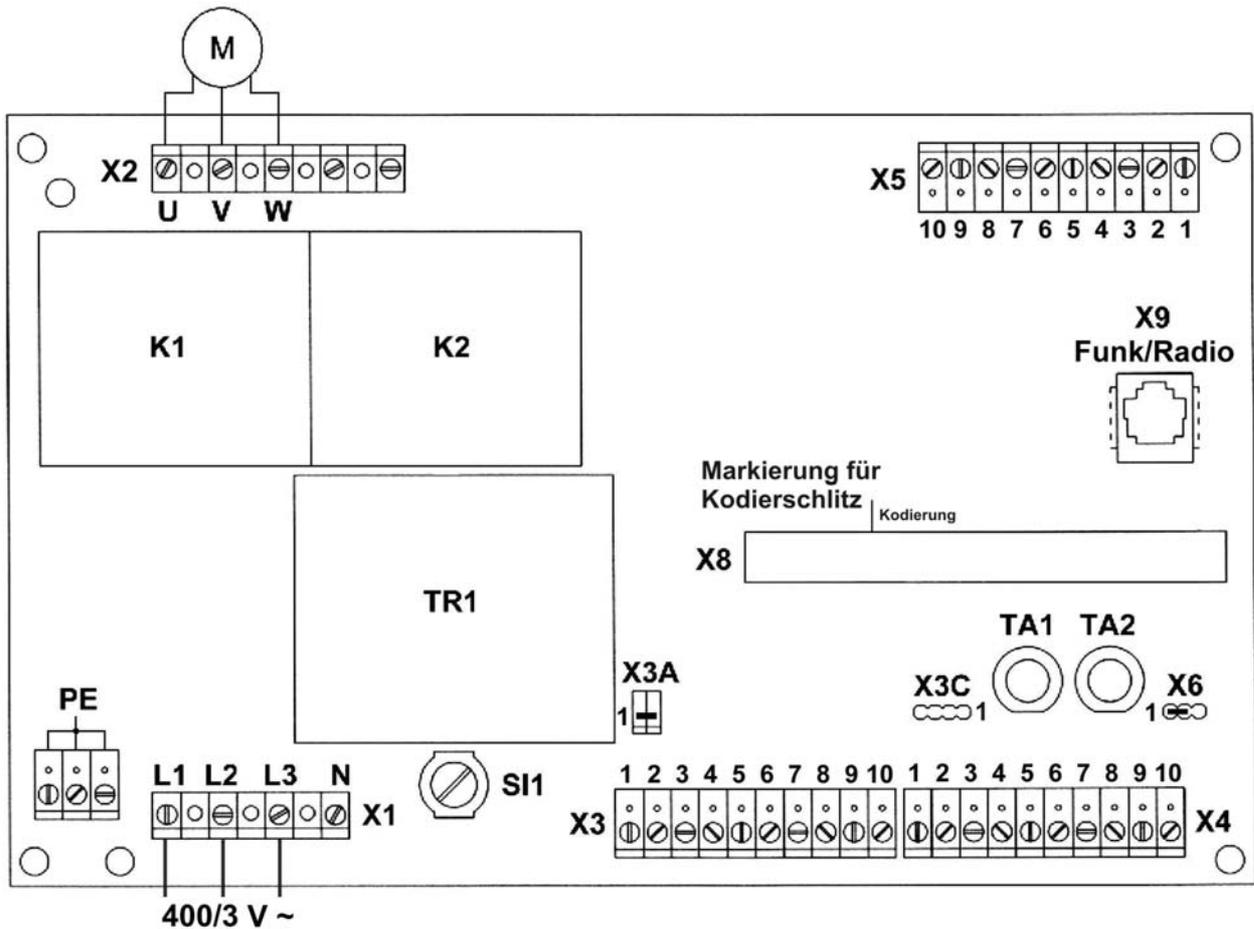
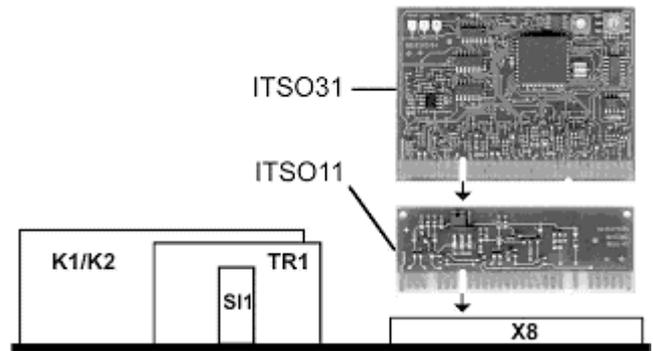

Abb. 1: Anschlussbelegung Steuerplatine
Abb. 5: Lage Kodierschlitz
- Achten Sie beim Einstecken der Module darauf, dass die Lage des Kodierschlitzes mit der Markierung „Kodierung“ auf der Steuerplatine übereinstimmt. (Abb. 1 und Abb. 5)!
- Den Netzanschluss entsprechend Abb.1 an Klemmleiste X1 anschließen.
- Tor in Mittelstellung bringen und Drehrichtung prüfen mittels Test-Taster TA1 und TA2 auf Steuerplatine (Abb. 1): TA1 „AUF“ betätigen → Tor fährt auf, TA2 „ZU“ betätigen → Tor fährt zu
- Das Tor mit dem Test-Taster TA2 „ZU“ (Abb.1) in die gewünschte ZU-Stellung fahren.
- Das Tor mit dem Test-Taster TA1 „AUF“ (Abb.1) in die gewünschte AUF-Stellung fahren.
Hinweis: Achten Sie darauf, dass der Kodierschlitz des Moduls mit der Markierung auf der Steuerplatine übereinstimmt (s. Abb. 1 und Abb. 5).